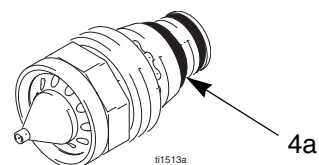

Fig. 21. Junta tórica conductora de la boquilla
5. Compruebe que los contactos metálicos (C) del cañón, del anillo de contacto de la boquilla (4a, Fig. 21), y los contactos del electrodo (E) están limpios y no han sufrido daños.